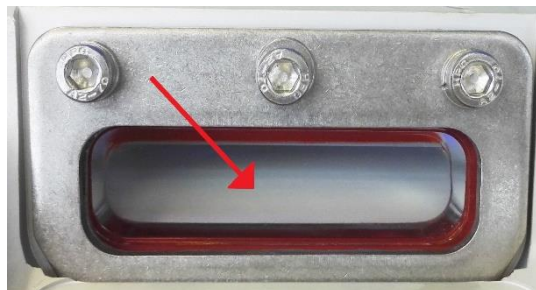

Figura 19 – Limpieza del prisma
- limpie las superficies de los prismas (Figura 19) con un producto para vidrio no abrasivo;